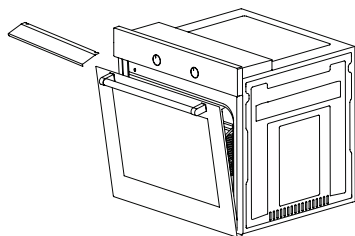

Рисунок 26
1. Откройте дверцу духовки и установите теплозащитный экран под панель управления. (Рис. 26)